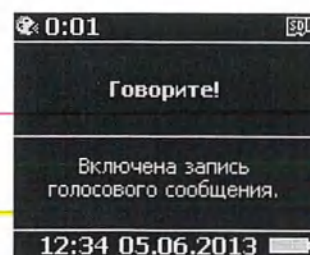

Рисунок 79
Справа от пиктограммы «говорящая голова» выводится время записи от начала (рисунок 79).
- 4) При помощи кнопки «≡», сделать активной позицию «Да» и нажать на кнопку «>» - применить. В подтверждение завершения исследования звучат два коротких звуковых сигнала, на дисплей выводится соответствующее сообщение (рисунок 79). Сообщение будет отображаться до нажатия на любую кнопку.